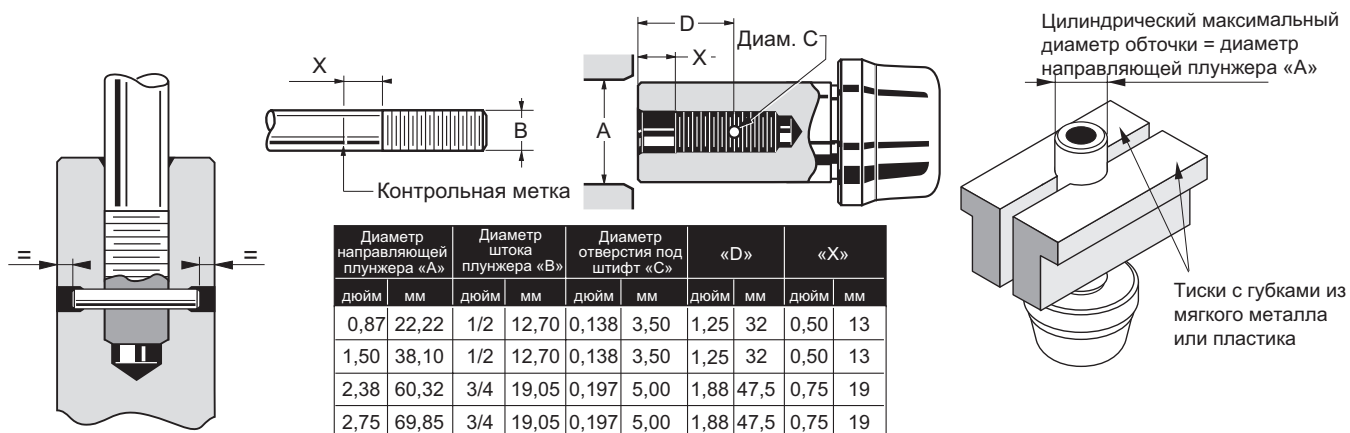

Рисунок 4. Штифтовое соединение штока заглушки
- 5.2. Запрессуйте штифт в отверстие с помощью молотка. Завершите операцию крепления штифтом, убедившись в том, что штифт выступает на одинаковое расстояние с обеих сторон (см. рисунок 4).